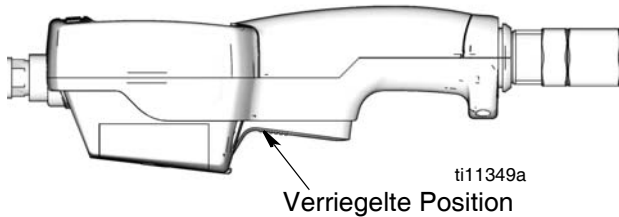

ABB. 20
**Zum Verriegeln des Abzugs (ABB. 20),** auf den geriffelten Teil des Abzugs (siehe unten) drücken, bis er in der verriegelten Position einrastet.